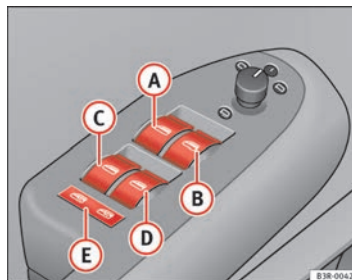

Fig. 79 Detalle de la puerta del conductor: Mandos
- A Conmutador → **página 111, fig. 79** para la ventanilla de la puerta del conductor
Con el interruptor de seguridad → **página 111, fig. 79** **E** es posible desconectar los interruptores de las puertas traseras. Sólo cuando este interruptor está bajado será posible abrir y cerrar las ventanillas desde los asientos traseros.